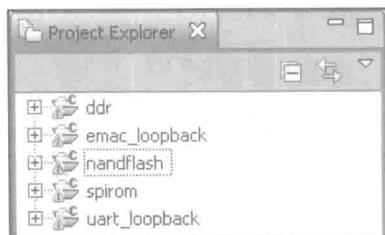

图 1-1-3 导入的工程目录
⑤ 最后单击 Finish 按钮,等待软件导入工程完成。至此工程成功导入 CCS 软件中,可在 Project Explorer 窗口中看到导入的工程目录,如图 1-1-3 所示。